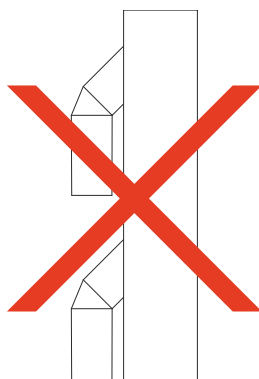
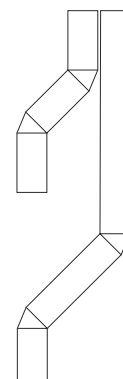

Figura 6
Figura 7
- A saída de fumos não deve ser partilhada com outra, ver *figura 6*. Deve separar-se ao longo de todo o seu comprimento e ter a sua própria tiragem independente, ver *figura 7*.